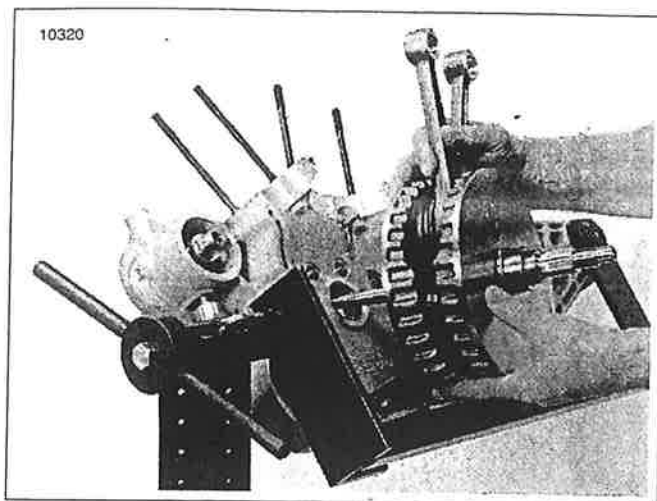

Figura 6-63. Instalación del conjunto del volante en el cárter derecho
2. Vea la Figura 6-63. Instale el conjunto del volante en la mitad derecha del cárter.